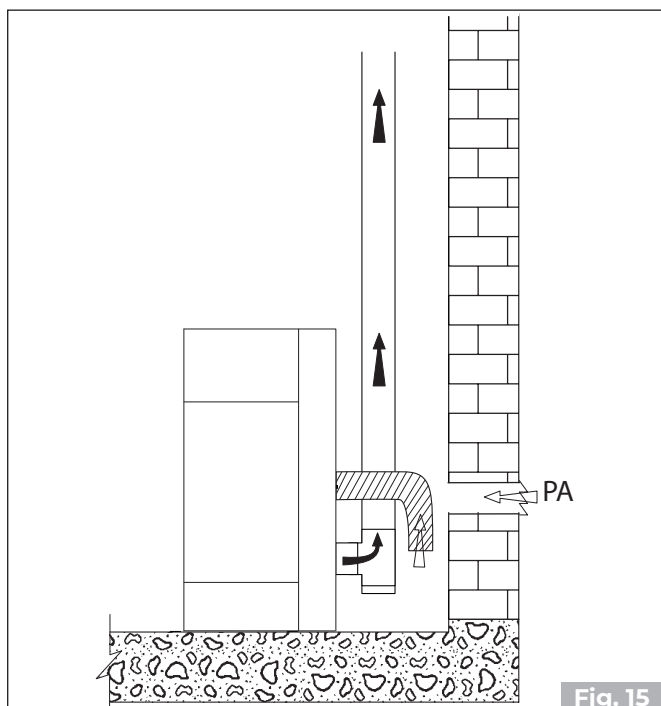
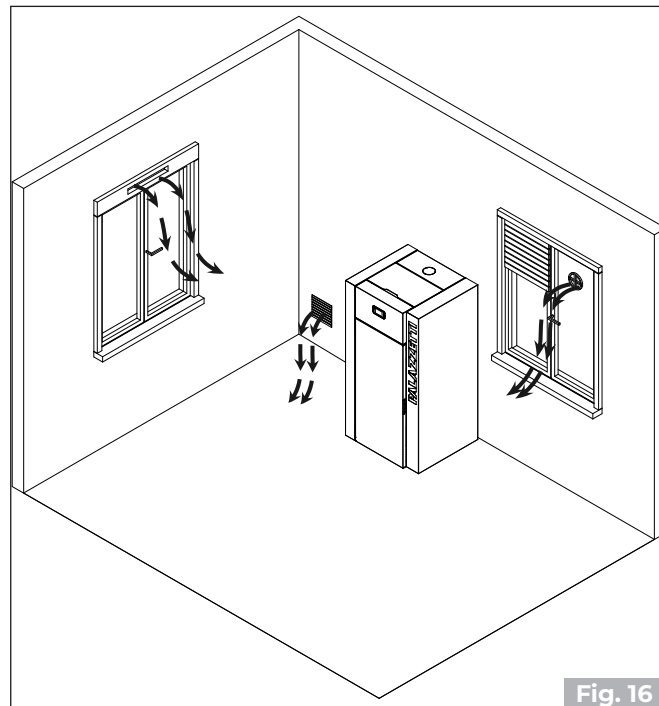

Fig. 15
Fig. 16
- desde el ambiente de instalación o de los locales contiguos apropiados (**Fig. 15**).
Realizar la toma de aire en la pared (**Fig. 15 y Fig. 16 - PA = Toma de Aire**), y dejar que el aparato esté libre de extraer aire en el ambiente teniendo cuidado de conectar en el tubo de entrada del aire el tramo de tubo corrugado, en caso de que sea suministrado, fijándolo con la abrazadera y plegándolo ligeramente hacia abajo con el fin de prevenir posibles efectos de resonancia.